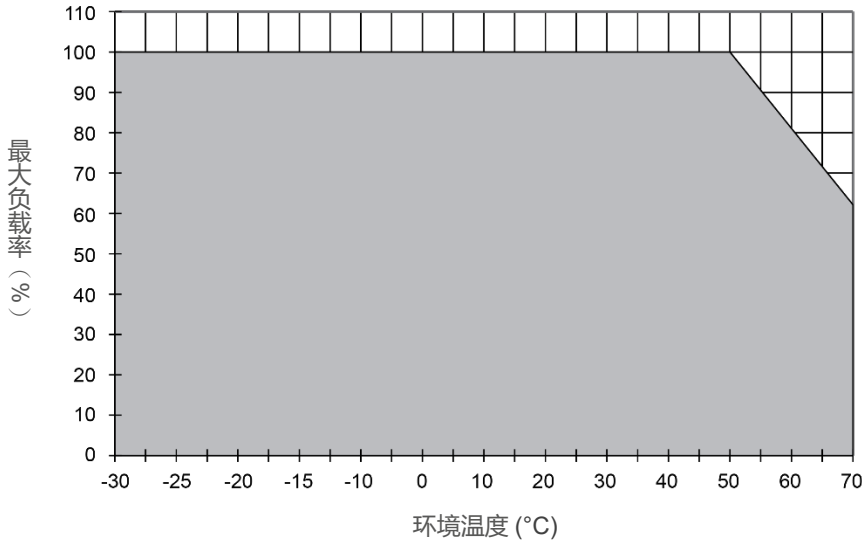
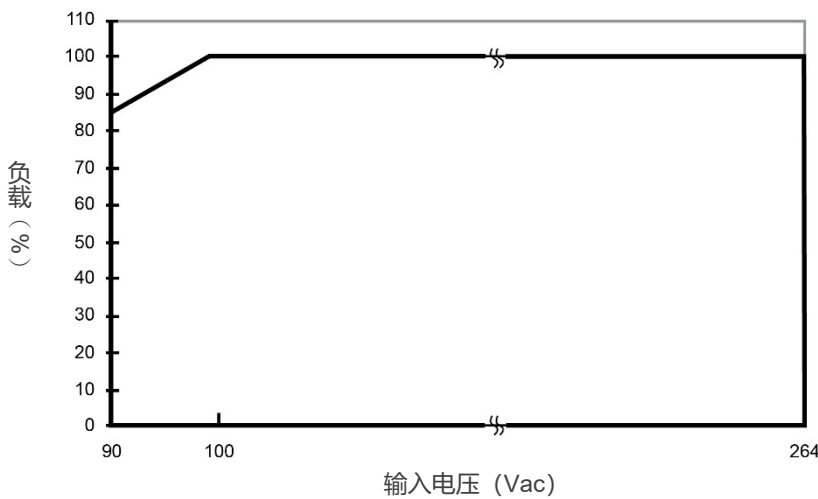

图 1 水平安装降额
图 2 AC 输入电压降额
1. 电源如果持续在额定功率曲线以外区间使用, 可能导致零部件降级或损坏, 具体参照图 1 及图 2 所示。